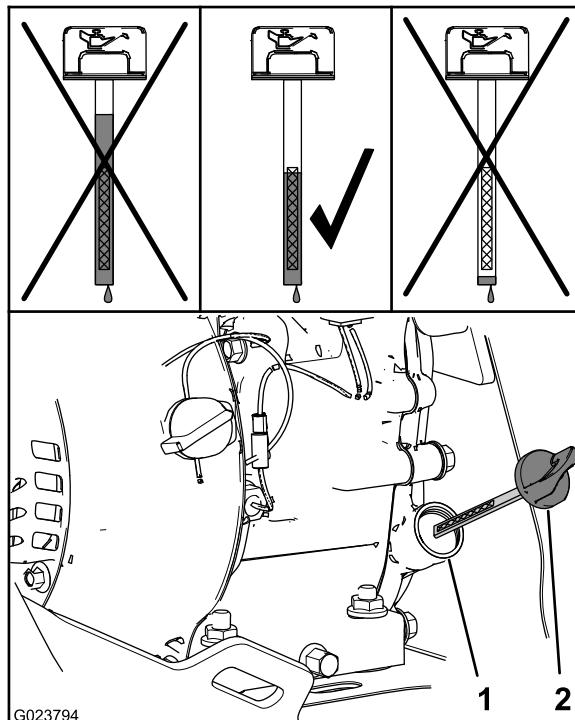

Рисунок 25
Примечание: Уровень масла должен доходить до верхней отметки на щупе (Рисунок 25).
- Залейте масло указанного типа в заливную горловину (Рисунок 25).
- Извлеките масломерный щуп и проверьте уровень масла (Рисунок 25).